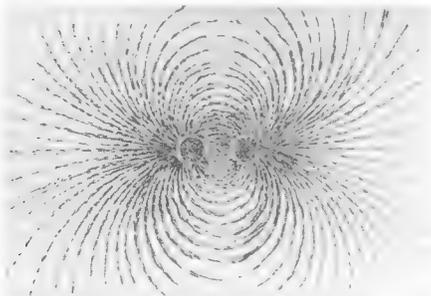
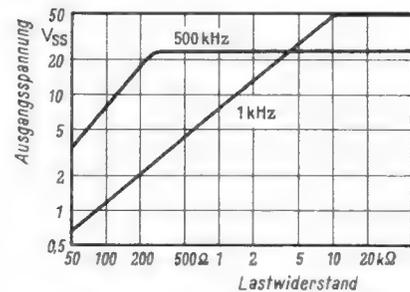

Bild 3. Magnetisches Induktionsfeld der 1-kHz-Spule
Bild 5. Ausgangsspannungen der Grundfrequenzen bei verschiedenen Belastungen
Bild 3. Kurven für den Tonkopf MK 100,  $v = 9,5$  cm/sec. a =  $\omega$ -Gerade, b = Kurve des idealen Hörkopfes (konstruiert aus a minus g), c = Wiedergabe mit DIN-Normband, d = Wiedergabe der Aufnahme mit konstantem Aufspröchstrom, e = erforderliche Höhenanhebung bei Aufnahme (konstruiert aus c minus d), f = durch RC-Glied erzielte praktische Kurve e, g = Bandflußkurve für  $\tau = 100$  µsec nach Gleichung (1)
Ausrüstungen und vor allem kein Normband besitzt. Man kann sich jedoch sehr gut durch die vom Hersteller angegebenen Kurven helfen, die dieser beim Abspielen eines Normbandes bzw. bei Speisung mit eingepprägtem Strom ermittelt hat. Wie man dabei vorgeht, sei anhand von Bild 3 mit den Kurven für 9,5 cm/sec erläutert.
In Bild 3, Kurve g, ist diese Funktion für  $\tau = 100 \mu\text{sec}$  aufgetragen.
Rechts: Bild 5: Prinzip der Aufsprech-Entzerrung
Nun ist es leicht, auch den Aufnahmeverstärker zu bemessen. Von einer geringfügigen Baßanhebung (3 dB bei 50 Hz) abgesehen ist nur eine Höhenanhebung nötig. In Bild 3 wurde die Kurve für die erforderliche Höhenanhebung (e) aus der Differenz zwischen den Kurven c und d konstruiert. Diese Kurven sind den Angaben der Firma Bogen entnommen. Kurve d entsteht, wenn der Kopf mit konstantem Strom gespeist und die Aufzeichnung nachher mit demselben Kopf abgetastet wird. Demzufolge stellt die Differenz zwischen den Kurven c und d gerade die erforderliche aufnahmeseitige Höhenanhebung dar. Man sieht, daß bei 14 kHz eine Höhenanhebung von nur 10 dB erforderlich ist und daß diese Kurve leicht durch ein einfaches RC-Glied (Bild 5) in guter Annäherung zu erreichen ist. (Bei 19 cm/sec sind nur rund 7 dB bei 18 kHz nötig.)
Die 1-kHz-Spule des Gerätes hat ein magnetisches Induktionsfeld nach Bild 3. Es ist kräftig genug, um auch noch in Entfernung von einigen Zentimetern Spannungen und Oberwellen in Ferritantennen, Schwingkreisen, Transformatoren und Tonköpfen zu induzieren. Der 1-kHz-Ton kann dann mit einem an die Spule angeschlossenen Kopfhörer oder Verstärker abgehört werden.
Das Gerät ist etwa so groß wie eine der üblichen 20-Stück-Zigarettenpackungen. Zum Betrieb dient eine kleine 1,5-V-Batterie. Der 1-kHz-Sender nimmt 4 mA, der 500-kHz-Sender 20 mA Strom auf. Bild 5 zeigt die abgegebenen Ausgangsspannungen bei verschiedenen Lastwiderständen.
Im Text auf Seite 479, dritte Spalte, ist ein Koppelkondensator von 2,2 nF erwähnt; er muß in Bild 3 zwischen dem Kollektor des Transistors T10 und der Basis von T12 nachgetragen werden. – Im Text auf Seite 480, erste Spalte, achte Zeile, soll es heißen: Dieser Ausgangsimpuls, der am Kollektor (nicht an der Basis) des Transistors 13 abgenommen wird. . . . In der Schaltung fehlt im Netzteil die Drossel Dr7; sie ist in die Leitung +1000 V entsprechend der Drossel Dr6 einzuziehen. – Der Transistor BCY17 ist mit T19 zu bezeichnen. – Der Kondensator am Kollektor des Transistors T12 muß einen Wert von 47 pF (nicht 47 nF) aufweisen. – Der 39-kΩ-Basiswiderstand am Transistor T13 soll an der Versorgungsspannung –10 V liegen. – Beim Gleichspannungswandler sind die fehlenden Bezeichnungen w1 und Tr2 nachzutragen, und die Drossel Dr ist richtig mit Dr1 zu bezeichnen.
Wenn auch dies nicht zum Ziele führt, muß man die Zf-Durchlaßkurve kontrollie-ren, vor allem die Lage des Tonträgers auf der sogenannten Tontreppe, und wenn nötig den Zf-Verstärker nachstimmen (Abschnitt 2, Bild 5).